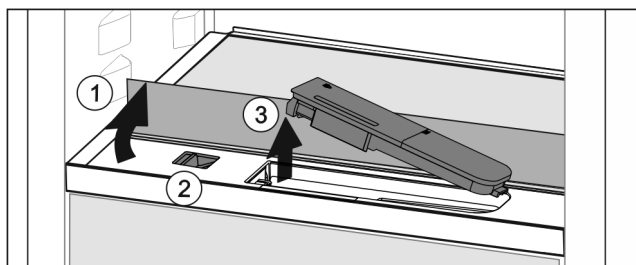

Fig. 126
- ▶ Soulever la tablette et la rabattre vers l'arrière jusqu'à la butée Fig. 126 (1).
- ▶ Pousser le curseur Fig. 126 (2) vers la gauche.
- ▶ Sortir le filtre à eau Fig. 126 (3).